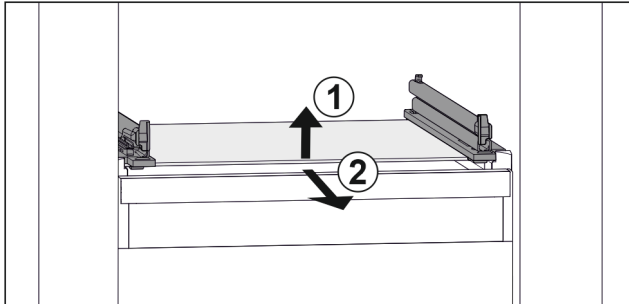

Fig. 116 Reprezentare exemplificativă a plăcii de sticlă
- ▶ Ridicați placa de sticlă din față. Fig. 116 (1)
- ▶ Extrageți placa de sticlă spre înainte. Fig. 116 (2)